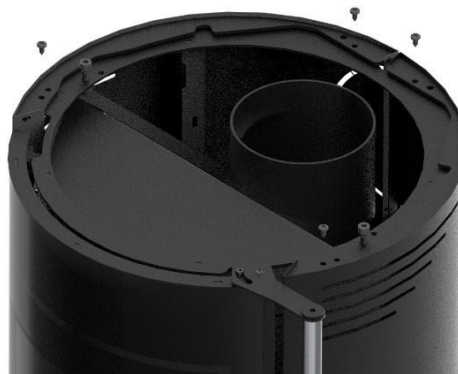

Figure 11 - Démontez les habillages latéraux de l'équipement
- 2- Desserrez les vis en haut des couvercles, comme indiqué sur la Figure 11, de façon à ce que les couvercles soient libres.